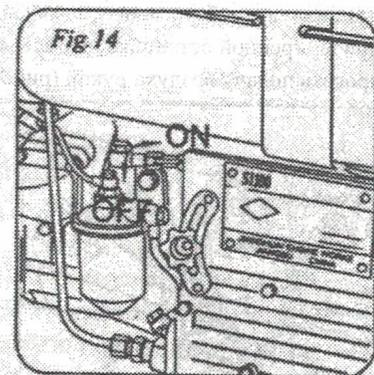

Рис. 14
3. Закройте кран топливного бака (рис. 14).